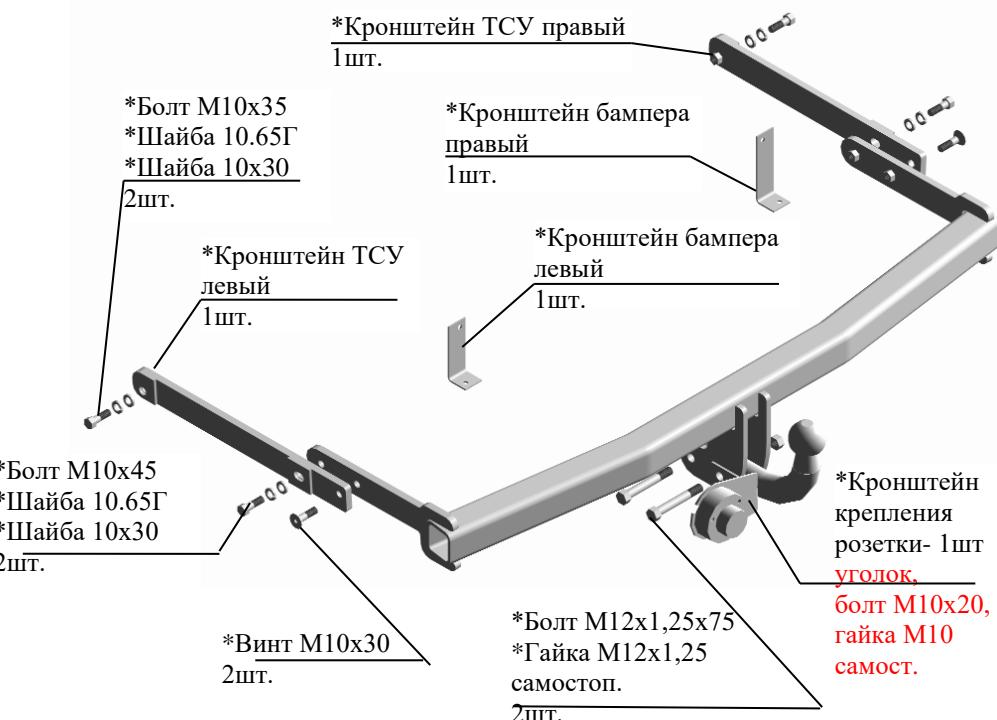

Рис.1 Тягово-сцепное устройство 6030
2.1 ТСУ 6030 в сборе (рис.1)	1 шт.
2.2 Пакет с комплектующими (см. рис.1)	1 шт.
4.3 Закрепить кронштейны ТСУ левый и правый к ТСУ винтами M10x30 (соответствии с рис.1).
4.5 Закрепить ТСУ через передние отверстия к наружным полкам лонжеронов болтами M10x35 и M10x45 (соответственно рис.1). Под головки болтов подложить шайбы 10.65Г и шайбы 10x30.
5.3 После фиксации сцепной головки прицепа на шаре, осуществить страховочную связь автомобиля с прицепом, страховочную цепь крепить за нижнее отверстие в кронштейнах шара (на рис. 1 отверстие условно не показано). Категорически запрещена эксплуатация прицепа без установленных страховочных цепей (тросов).